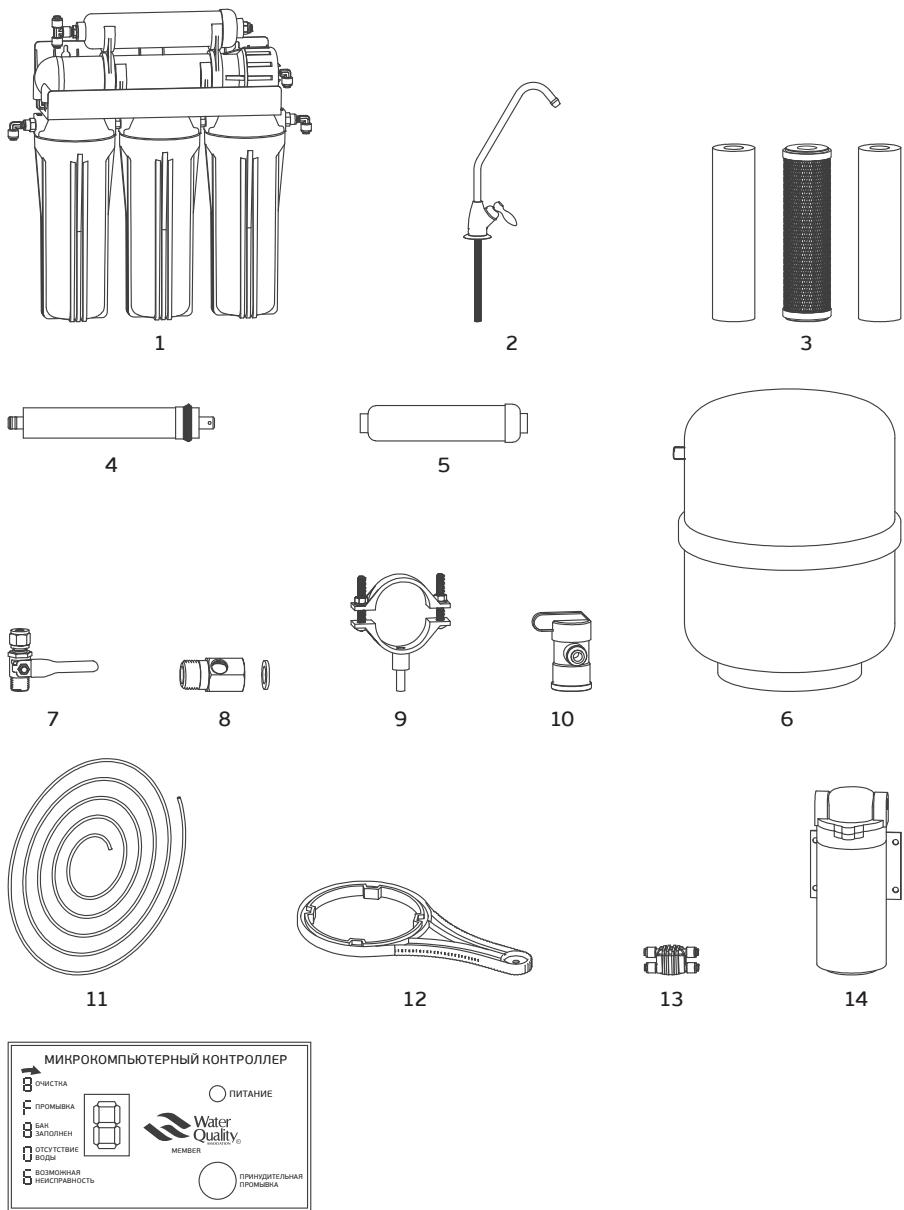

Рис. 1
- блок фильтрации – поз.1, рис.1
- кран питьевой воды – поз.2, рис.1
- комплект картриджей для префильтрации – поз.3, рис.1
- мембрана – поз.4, рис.1
- угольный постфильтр/минерализатор – поз.5, рис.1
- накопительный бак очищенной воды – поз.6, рис.1
- кран подачи воды – поз.7, рис.1
- тройник – поз.8, рис.1
- дренажный хомут – поз.9, рис.1
- шаровой клапан бака – поз.10, рис.1
- соединительные трубы – поз.11, рис.1
- ключ для откручивания корпусов префильтров – поз.12, рис.1
- распределитель потока (отсечной клапан) – поз.13, рис.1
- насос-повыситель – поз.14, рис.1 (только для RO-5.2PW)
- контрольно-информационный дисплей – поз.15, рис.1 (только для RO-5.2PW)